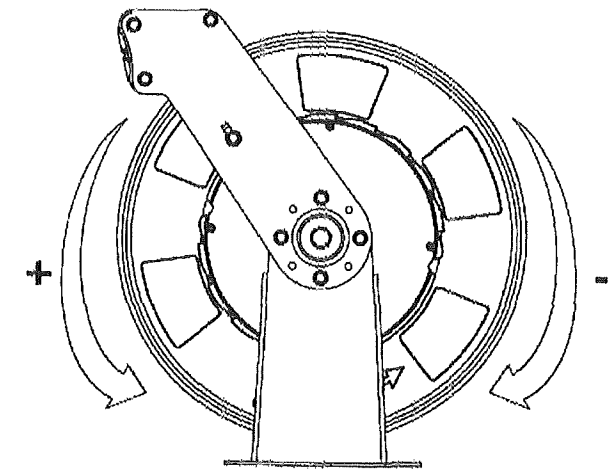

Fig. 5
3. Start to rewind the hose, turning the spool manually until the hose is completely wound around the spool (the power spring still will be with no tension). Apply the pre-tension to the power spring by turning the spool in positive direction as shown in (fig. 5). Do not apply more pre-tension turns than shown in table 1, the power spring could be damaged.
3. Comience a recoger la manguera girando el tambor manualmente hasta que quede enrollada totalmente (el resorte deberá seguir neutro). Aplique entonces pretensión al resorte en sentido positivo según (fig. 5). No se debe aplicar más pretensión de la indicada la tabla 1, pues el resorte podría resultar dañado.
6. Apply the pre-tension to the power spring as shown in table 1, by turning the spool in positively direction as shown in (fig. 5). Do not apply more pre-tension turns than shown in table 1, the power spring could be damaged.
6. Aplique de pretensión según tabla 1, en sentido positivo según (fig. 5). No se debe aplicar más pretensión de la indicada pues el resorte podría resultar dañado.
4. Turn the spool to increase or decrease the power spring (fig. 5).
4. Haga girar el tambor para incrementar o disminuir la tensión según (fig. 5).